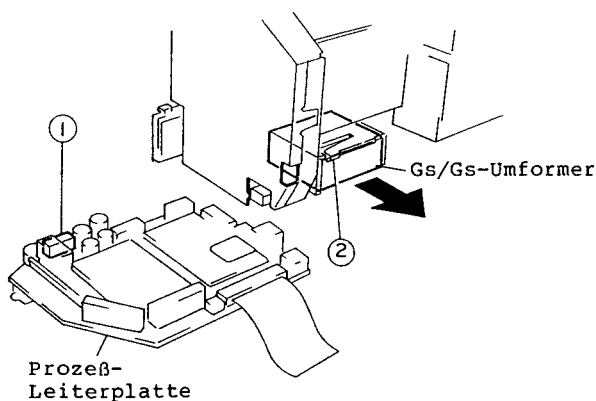

Abb. 2-30
1. Den Stecker CN206 auf der Prozeß-Leiterplatte abziehen (siehe Abb. 2-30).
2. Eine (1) Lasche freigeben und den Gs/Gs-Umformer in Pfeilrichtung herausziehen.